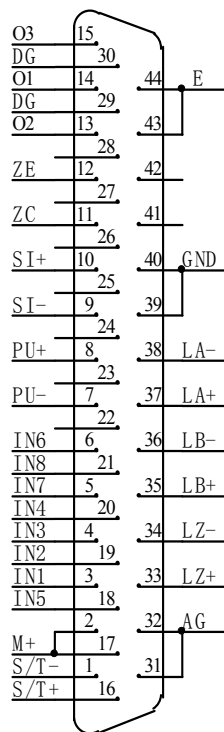

图 3.2 CN1 配置图
- 1) 图 3.2 控制信号输入/输出接口 CN1 的正视图,它是采用 HDR44 针座。